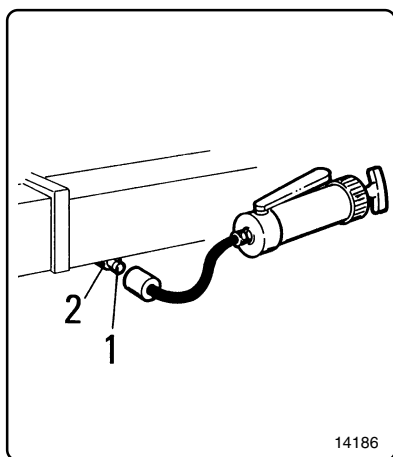

fig. 8.5.3
8.5.3 - Ingrassaggio rulli di scorrimento dei bracci stabilizzatori (fig. 8.5.3)
Attraverso l'apposito ingrassatore "1" ingrassare ogni rullo "2" di scorrimento dei bracci stabilizzatori (fig. 8.5.3). Per il tipo di grasso vedi tabella a pag. 8.27.
8.5.3 - Greasing the outrigger boom sliding rollers (fig. 8.5.3)
Grease each outrigger boom sliding roller "2" through the appropriate lubricator "1" (fig. 8.5.3). The type of grease is indicated on table page 8.27.